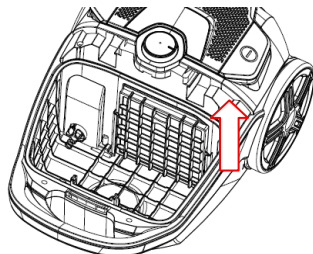

Fig 14
2. Filtro de entrada: limpe o filtro com água morna e deixe secar completamente antes de recolocar na unidade. (Fig 14)